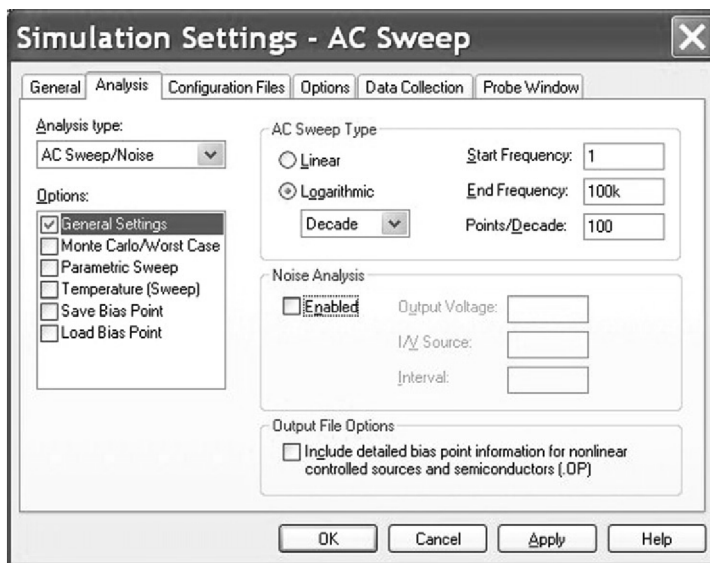

图 4.7 交流扫描分析仿真设置
2. 如图 4.7 所示，创建 PSpice 仿真设置文件：交流扫描分析，对数扫描方式，扫描频率从 1Hz 至 100kHz，每 10 倍频扫描点数为 100。